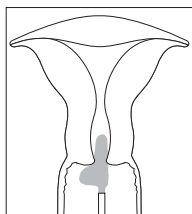

Fig. 1
3. Hold i skaftet af FLOQSwabs®, indsæt pødepindens spids (den lange del af "L'et" inde i livmoderhalskanalen, mens den bredere del af pødepinden (den korte del af "L'et" holdes udenfor. Se fig. 1